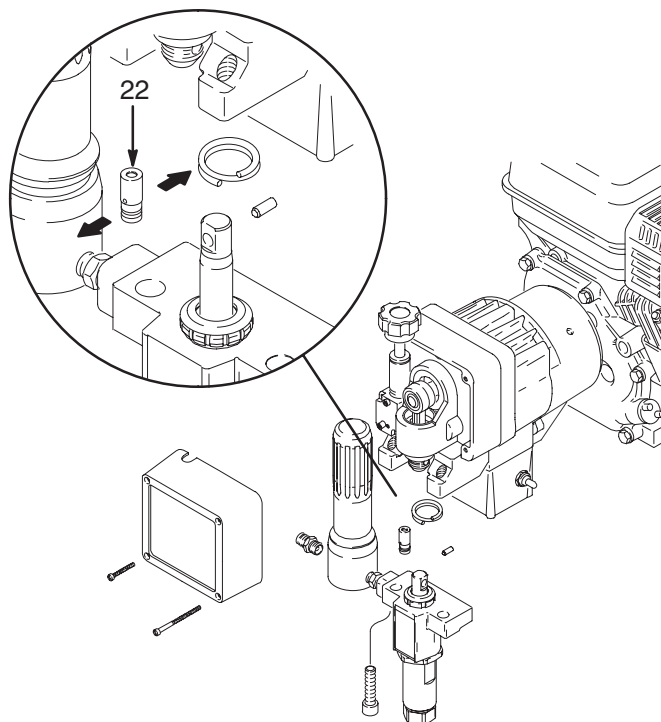

Fig. 12
NOTA: Vea la Fig. 12 para seguir este procedimiento.
2. Emplee un movimiento de torsión para desmontar el transductor (22) del múltiple de la bomba.
6. Alinee los orificios del transductor tal como se indica en las flechas de la Fig. 12.